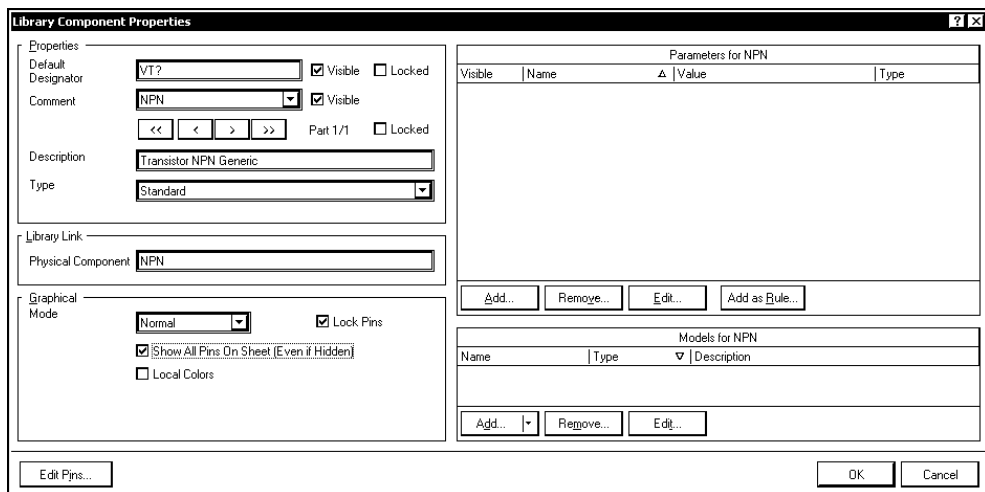

Рис. 2.9. Окно редактирования свойств
1. Двойным щелчком мыши на имени компонента в плавающей панели **SCH Library** или командой главного меню **Tools | Component Properties** (Свойства компонента) активизировать диалог редактирования свойств компонента. Откроется диалоговое окно **Library Component Properties** (рис. 2.9).
Остальные поля в правой половине окна на рис. 2.9 остаются пока свободными. Они будут заполняться при присоединении к компоненту моделей.